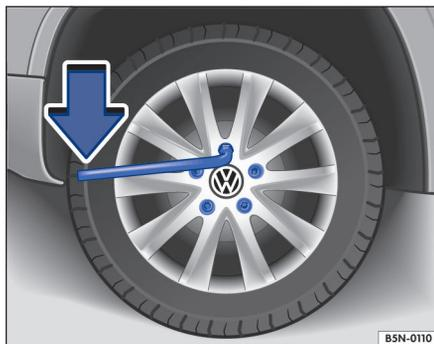

图 193 更换车轮：松开车轮螺栓
- 将**车轮扳手**套到车轮螺栓上，然后推到限位位置 \Rightarrow 图 193。